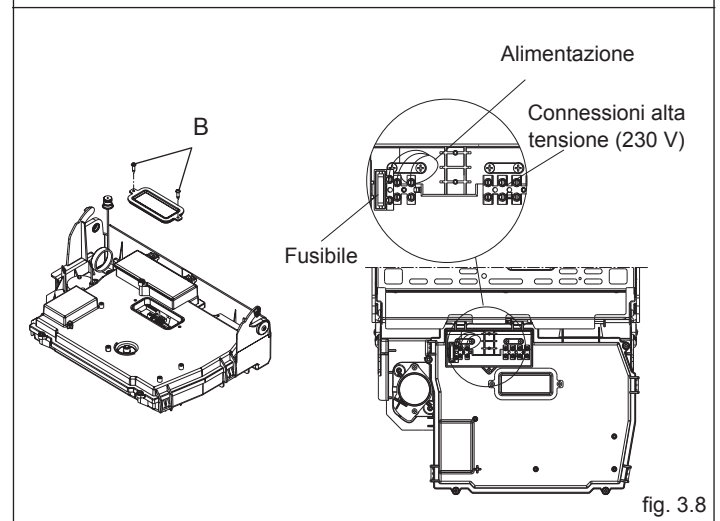

fig. 3.8
- rimuovere il coperchietto morsettiera agendo sulle viti B (fig. 3.8)